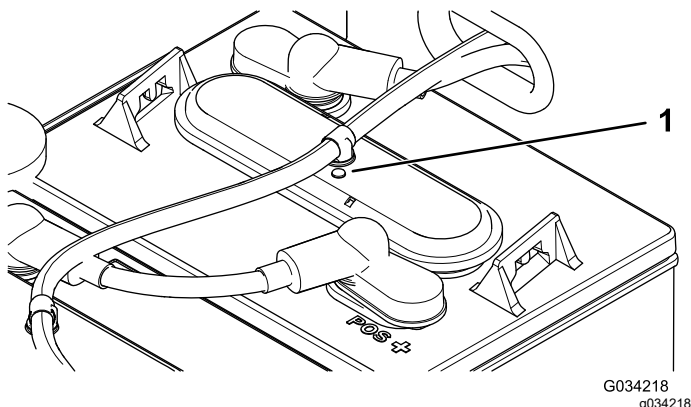

Рисунок 38
3. Проверьте смотровые отверстия на каждом аккумуляторе, чтобы определить их цвет (черный или белый) (Рисунок 38).